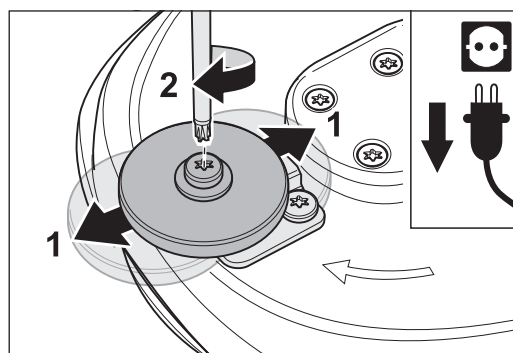

Fig. 52 ... y posicionarlo.
- 3 Empuje el rodillo protector de la pared hacia la posición que usted desee y vuelva a enroscar el tornillo (Fig. 52).